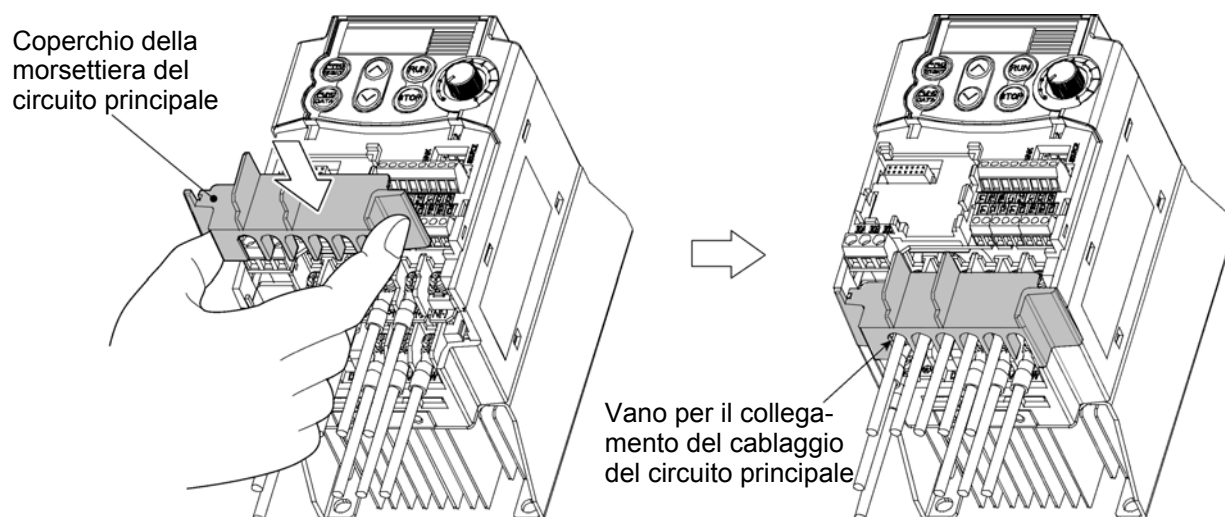

Figura 2-3-10 Posizionamento del coperchio della morsettiera del circuito principale
- 1) Estrarre i cavi in parallelo dai morsetti di potenza, come illustrato nella figura 2-3-10.